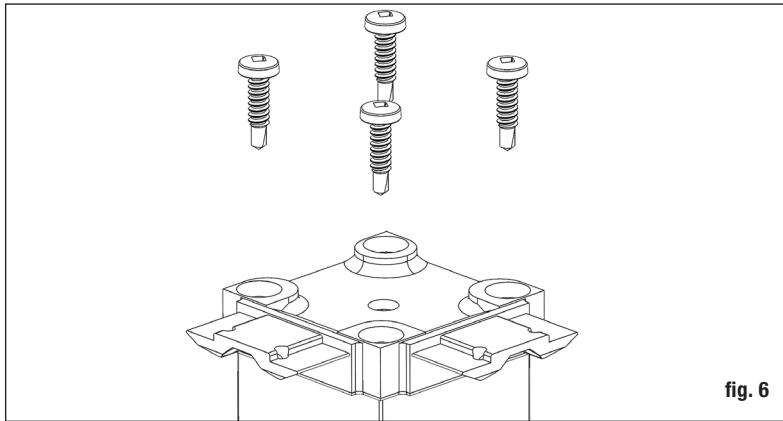

fig. 6
Étape 5 Fixez la base du rail supérieur continu au sommet du poteau à l'aide des vis de base fournies (fig. 6). *Remarque: si elle est légèrement desserrée, vous pouvez effectuer des ajustements mineurs pour corriger les problèmes de niveau de rail ultérieurement.*